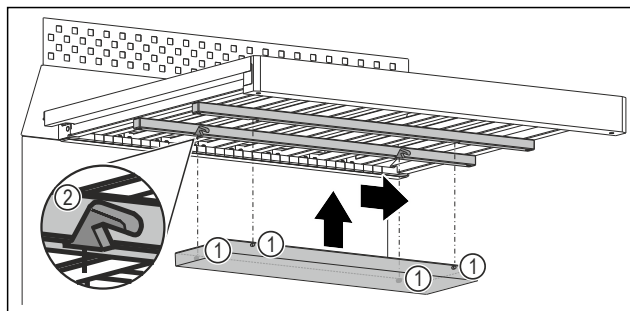

Fig. 110 Ilustrační zobrazení
- Každý kolík Fig. 110 (1) zasuňte do odpovídajícího vybrání Fig. 110 (2) v lištách pod dřevěným roštem.